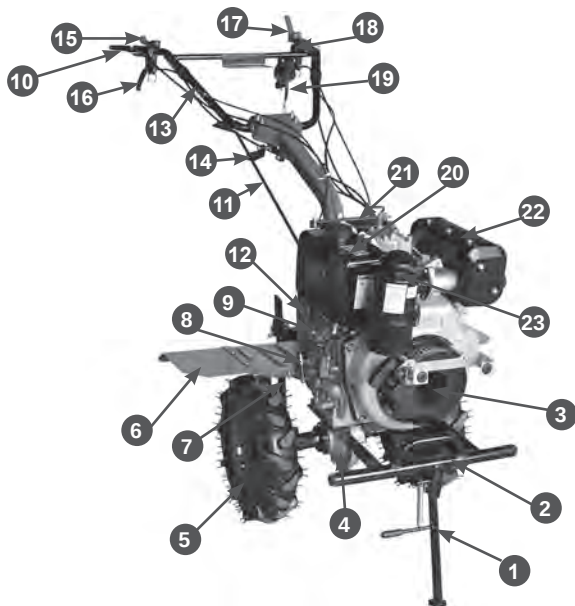

Рис.1 Расположение основных узлов и органов управления
Расположение основных узлов и органов управления мотоблока представлено на Рис.1.
7. Установите стояночную опору мотоблока (1) Рис.1.
1. Возьмитесь за рычаг сцепления 18 (Рис.1) нажмите и отпустите его 2-3 раза, чтобы включить сцепление. Если включить сцепление не получается, проверьте регулировку свободного хода рычага.